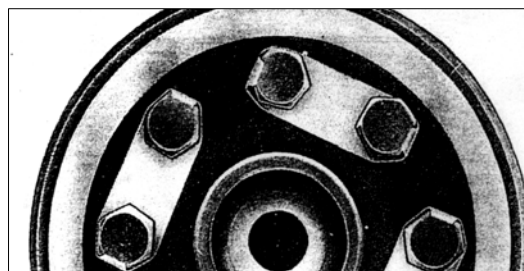

РИС. 20
- 1) Закрепите маховик. Расшплинтуйте стопорные пластины и открутите болты крепления маховика (рис. 20)